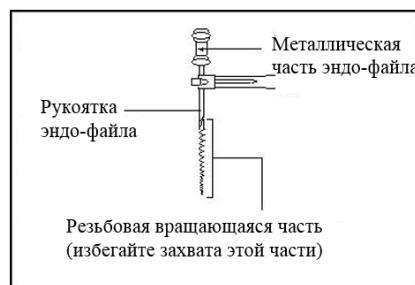

Рисунок 24
- a) Фиксацию эндо-файла следует осуществлять за верхнюю часть. При захвате нижней части (резьбовая вращающаяся часть) эндо-файл будет изнашиваться (см. Рисунок 24).